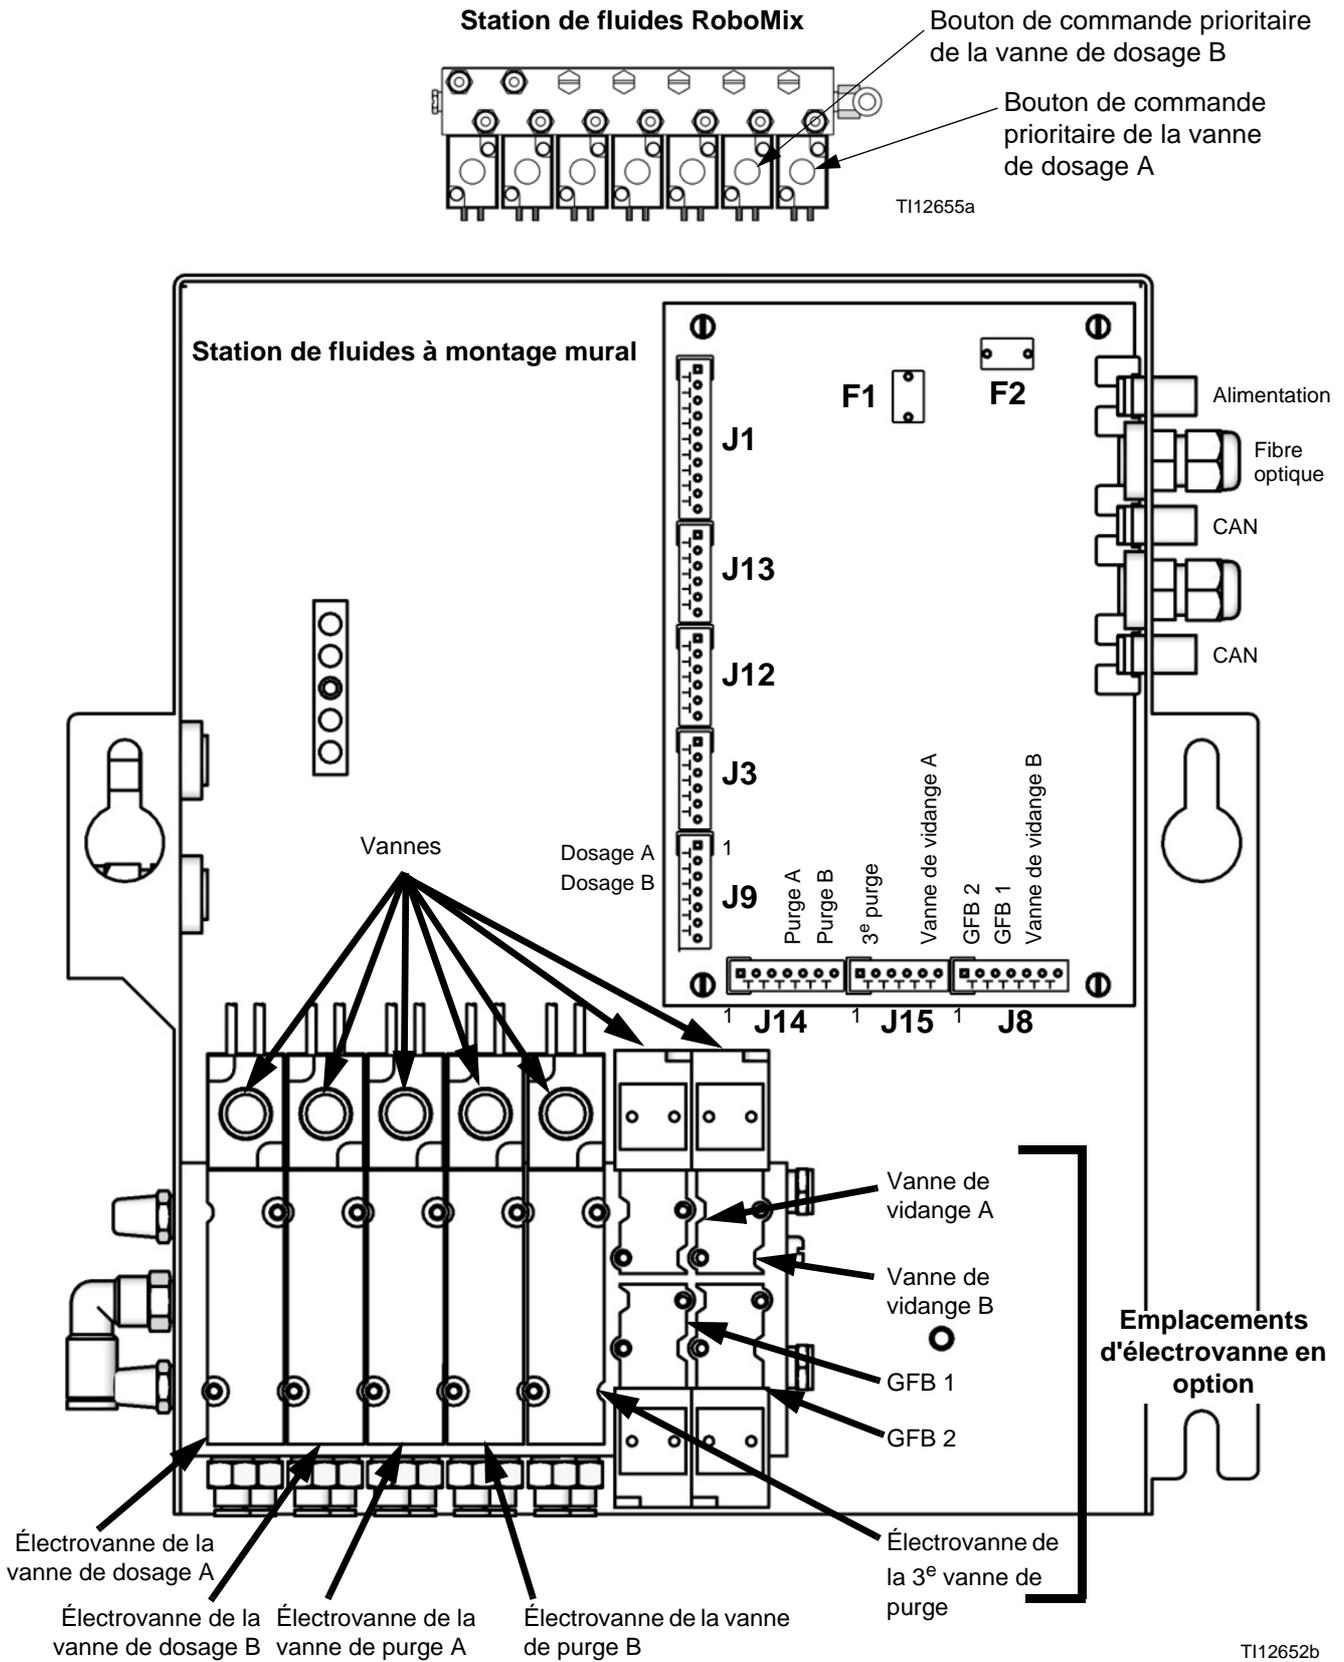

FIG. 117. Électrovannes de produit
2. Tout en appuyant sur la gâchette du pistolet, poussez la commande prioritaire manuelle des électrovannes de dosage A et B pour relâcher la pression. Voir FIG. 117.
5. Tout en appuyant sur la gâchette du pistolet, poussez la commande prioritaire manuelle des électrovannes de purge A et B pour relâcher la pression d'air et de solvant. Voir FIG. 117. Assurez-vous que la pression de solvant tombe à 0.
3. Maintenez enfoncée la commande manuelle de l'électrovanne de la vanne de décharge A, FIG. 117.
5. Maintenez enfoncée la commande manuelle de l'électrovanne de la vanne de décharge B, FIG. 117.
7. Maintenez enfoncée la commande manuelle de l'électrovanne de la vanne de décharge A, FIG. 117.
9. Maintenez enfoncée la commande manuelle de l'électrovanne de la vanne de décharge B, FIG. 117.
4. Retirez le capot de la station de fluides pour accéder aux électro-vannes. Voir FIG. 117 à la page 108.